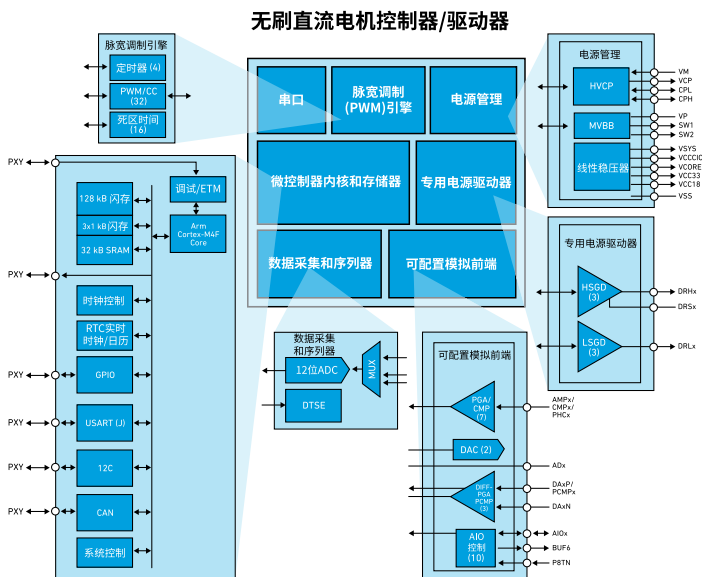

图 2-3 : 当今高度集成的无刷直流电机控制器 / 驱动器的基本功能模块。
具有常规三相逆变器的无刷直流 (BLDC) 电机或永磁同步电机 (PMSM) 传统上需要多个集成芯片 (IC) 来提供各种电机控制器功能(参见图 2-3)。这其中包括微控制器、用于驱动功率金属氧化物半导体场效应晶体管 (MOSFET) 的预驱动功率级、用于放大检测到的电机电流的差分放大器、提取反电动势 (BEMF) 信息的比较器以及降低电压的开关式和线性稳压器。
如图 2-3 所示，微处理器内核具有模拟前端、电源驱动、电源管理、脉宽调制 (PWM) 发生器以及序列驱动数据采集功能。电源管理器还处理一些系统功能，其中包括内部基准生成、定时器、休眠模式管理以及电源和温度监控。